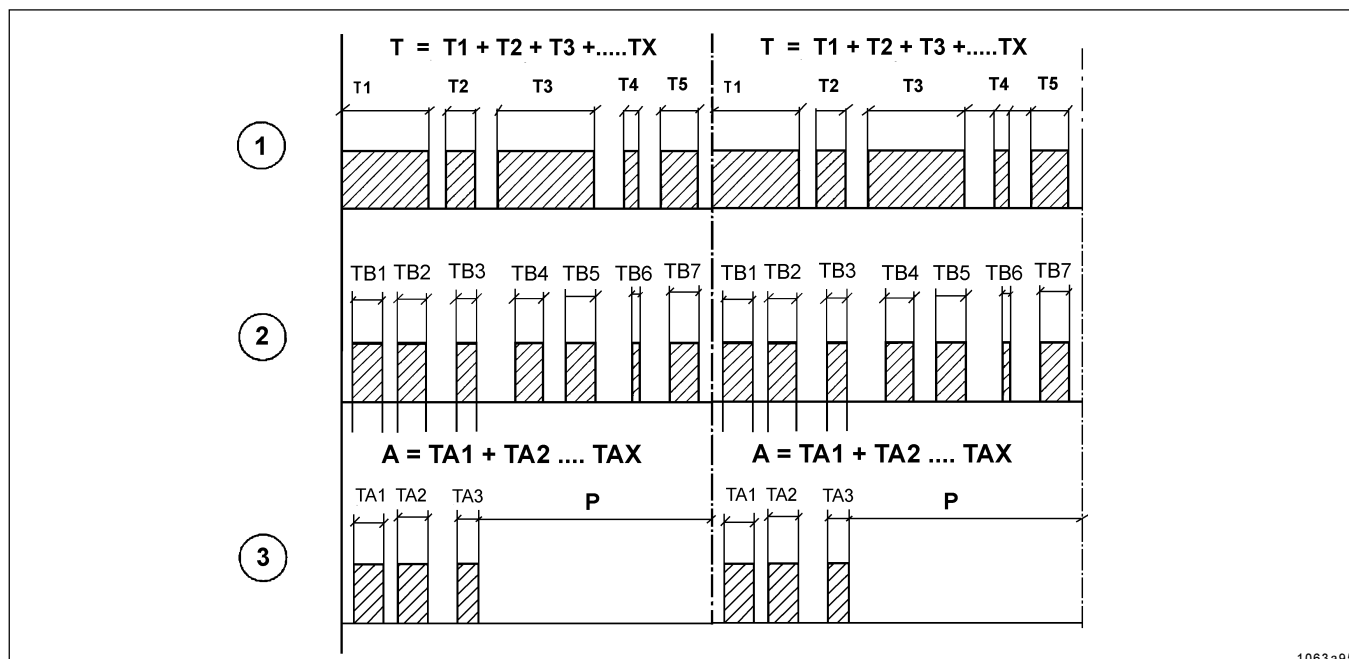

Abb. 6: - Zeitablaufdiagramm
- Die Pumpe kann deshalb nur für die Dauer der einzelnen Bremsvorgänge laufen, siehe Abb. 6.
- Sobald der Erschütterungssensor Fahrbewegungen an die Elektronik weitergibt, läuft die Bereitschaftszeit T (Abb. 6) an.
- Die Arbeitszeit TA1 (Abb. 6) beginnt mit der ersten Bremsbetätigung TB1 und läuft für die Dauer des Bremsvorgangs.